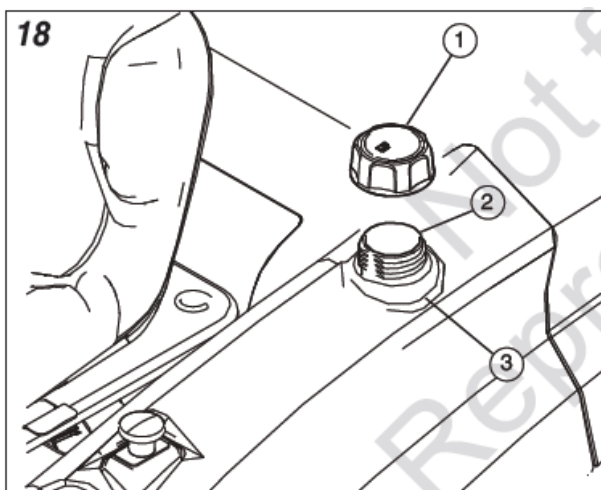

Рис. 19
1. Отверните крышку бака (1) (см. рис. 19).
2. Заполните бак (2) неэтилированным топливом обычного качества под горловину (3).